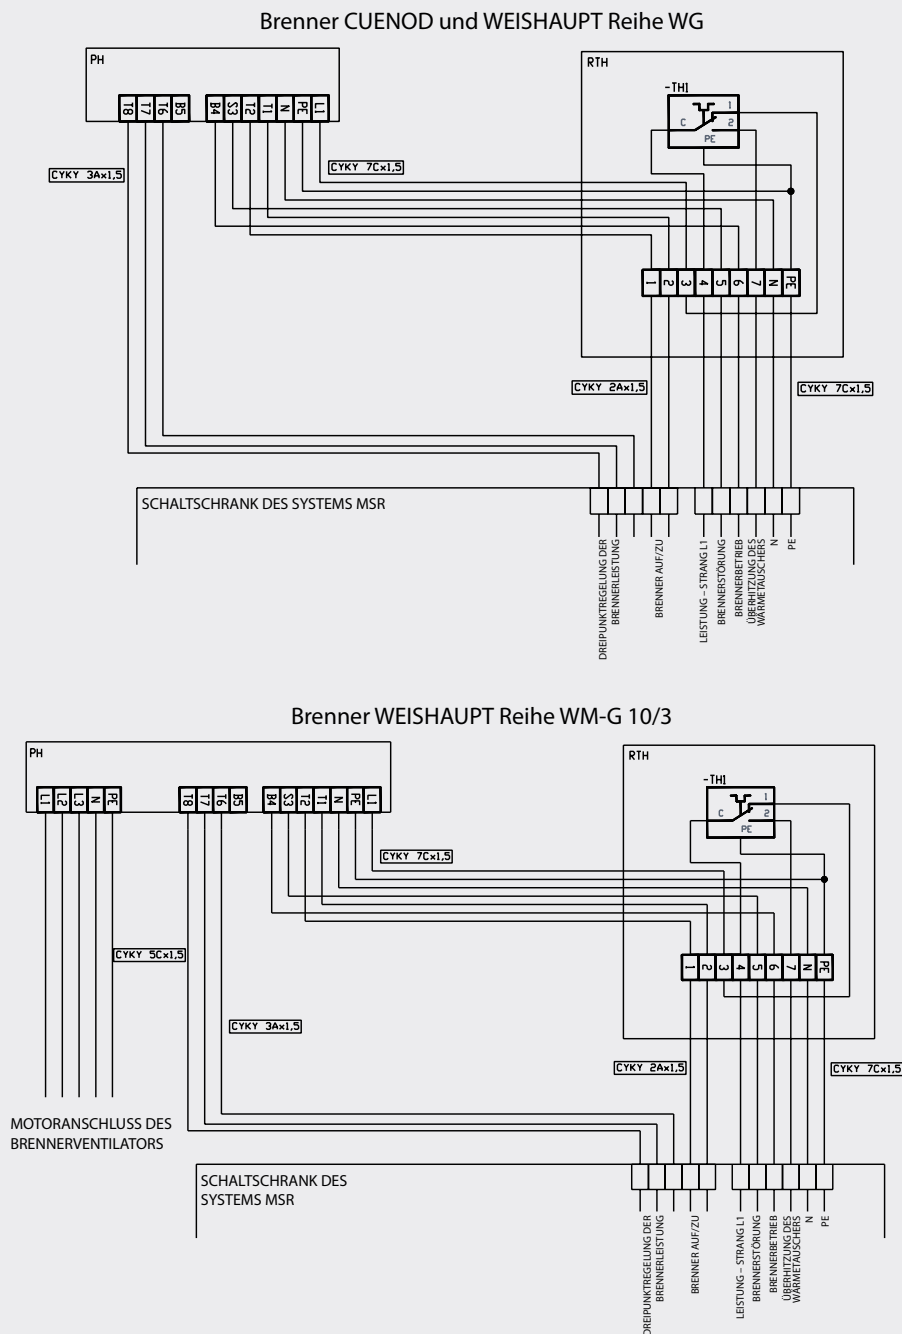
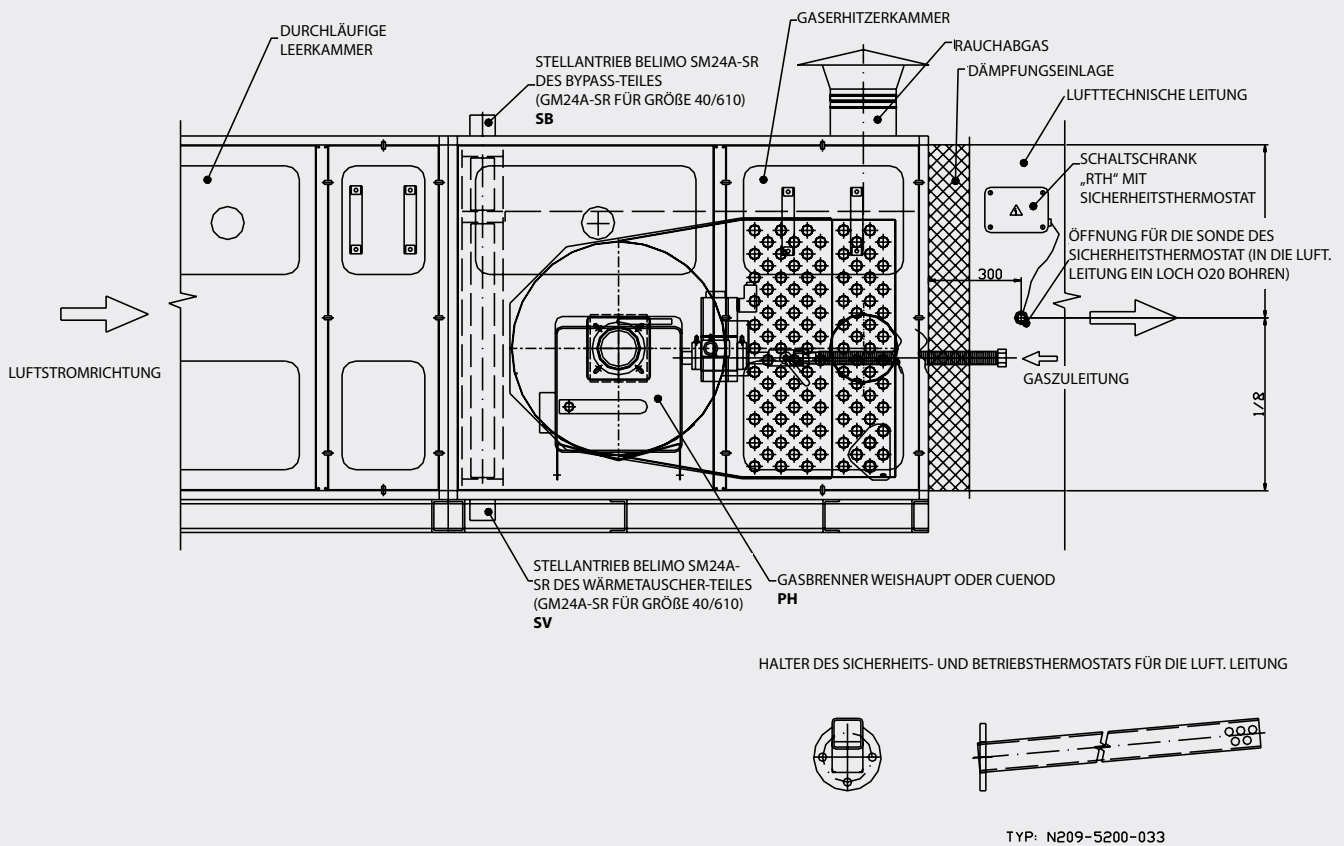
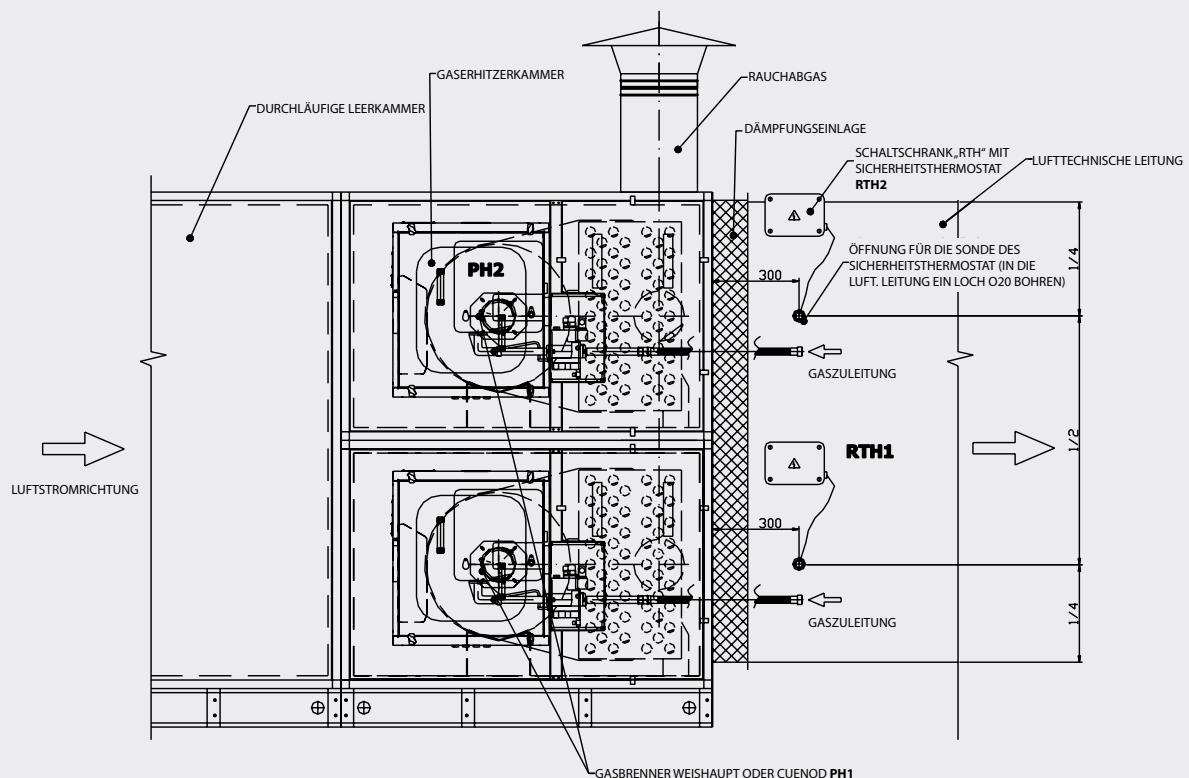

Abb. 1.11: Schaltung des RTH-Schranks mit dem Gasbrenner PH
Abb. 1.12: Position der MSR-Elemente der Kammer mit dem Gaserhitzer PECIN Baugröße 6/90 – 40/610
Abb. 1.13: Position der MSR-Elemente der Kammer mit dem Gaserhitzer PECIN Baugröße 50/480; 63/750
Gasheizkammer Baugröße 6/90 – 40/610 – die geforderte Lufterwärmung wird durch die Modulation der aktuellen Brennerleistung aufgrund eines Befehls vom MSR-Steuerschrank (Dreipunktsteuerung) erreicht – siehe Abb. 1.11.
1. An die Brennkammer muss ein Schrank mit Sicherheitsthermostat RTH gem. Abb. 1.11. angeschlossen werden. Die Position des Sicherheitsthermostats ist aus der Abb. 1.12 ersichtlich.
Der elektrische Anschluss jedes der beiden Gasbrenner richtet sich nach der Abb. 1.11.
1. An jede Brennkammer muss ein Schrank mit dem Sicherheitsthermostat RTH gem. Abb. 1.11. angeschlossen werden. Die Position des Sicherheitsthermostats ist aus der Abb. 1.13 ersichtlich.